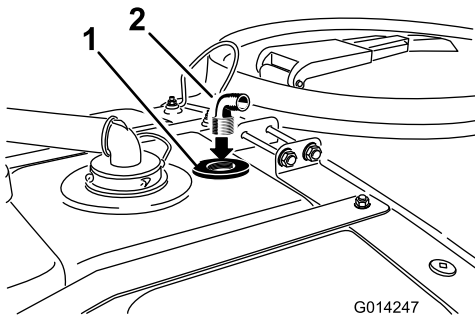

Figura 16
4. Instale el acoplamiento en el orificio roscado del conector estanco de la boquilla de enjuague (Figura 16).